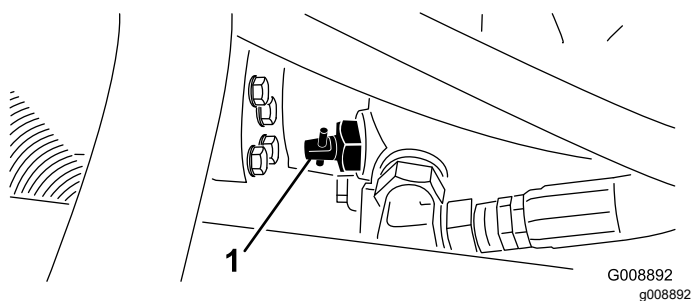

Figura 27
1. Girate la valvola di bypass, sulla pompa (Figura 27) a 90°.